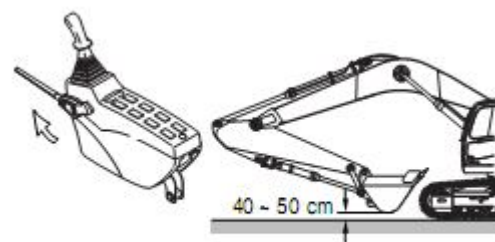

Рисунок 32
2. Установите рычаг блокировки в положение «UNLOCK» («РАЗБЛОКИРОВКА») и поднимите переднее навесное оборудование в согнутом состоянии на 40-50 см (16-20 дюймов) над землей. См. рисунок 32.